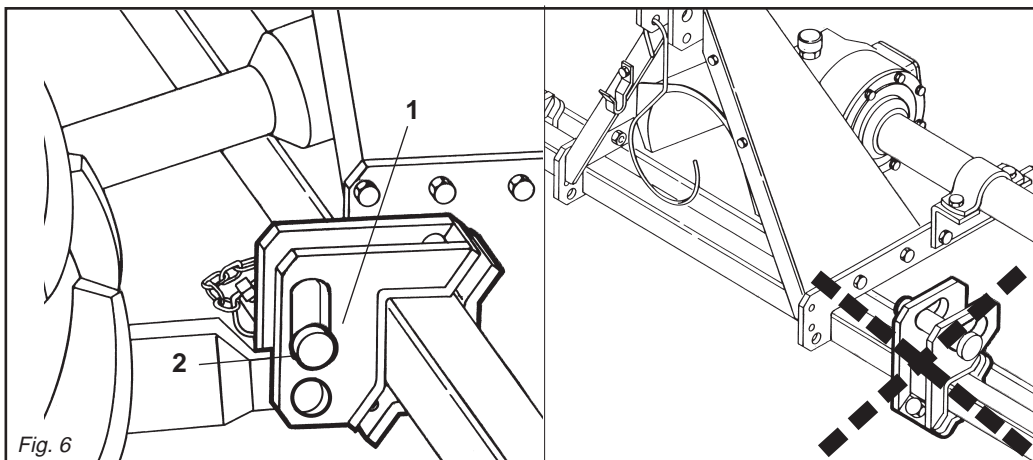

Fig. 6
In base alle dimensioni specifiche di questi 2 tipi di attacchi dei trattori è necessario determinare la posizione più favorevole della macchina spostando opportunamente sul tubo quadro le piastre (1 Fig. 6) e inserendo i perni (2 Fig. 6) nei fori corrispondenti al giusto diametro delle parallele del trattore.
Depending on the precise dimensions of these two types of hitches, find the best position for the machine by moving the plates (1 Fig. 6) along the square tubular and inserting the pin (2 Fig. 6) in the holes corresponding to the correct diameter for the tractor's parallel arms.
Der Anbau der Maschine am Schlepper erfolgt nur dann, wenn die Maschine am Boden steht, und zwar auf ebenem Gelände. Alle Maschinen können an jedem beliebigen Schlepper mit Universal-Dreipunktaufhängung der 1. und 2. Kategorie angebaut werden. Aufgrund der spezifischen Abmessungen dieser beiden Schlepperanschlüsse kann man die günstigste Position der Maschine festlegen, indem man die Platten (1 Abb. 6) auf dem Vierkantrohr verschiebt und die Bolzen (2 Abb. 6) in die entsprechenden Bohrungen mit dem richtigen Durchmesser auf dem Schleppergestänge einsteckt.
En fonction des dimensions spécifiques de ces deux types d'attelages des tracteurs il faut déterminer la position la plus favorable de la machine en déplaçant, sur le tube carré, les plaques (1 Fig. 6) et introduire les axes (2 Fig. 6) dans les trous correspondant au bon diamètre des parallèles du tracteur.
En relación a las dimensiones específicas de estos dos tipos de enganche de los tractores hace falta determinar la posición más favorable de la máquina desplazando oportunamente en el tubo cuadrado las placas (1 Fig. 6) e introduciendo los pernos (2 Fig. 6) en los orificios correspondientes al correcto diámetro de las paralelas del tractor.
Le piastre (1 Fig. 6) vanno montate sempre e solo come mostrato in Fig. 6 con i fori posizionati anteriormente al tubo quadro.
- 1 - Accostare le parallele del sollevatore ponendole all'interno delle piastre (1 Fig. 6), inserire il perno (2 Fig. 6) nel foro predisposto e bloccare con le copiglie a scatto.
The plates (1 Fig. 6) must always and only be mounted as shown in Fig. 6 with the holes towards the front of the square tubular.
- 1 - *Near the lift bars, setting them in the most suitable plates (1 Fig. 6). Insert the pin (2 Fig. 6) into the relative hole and lock in place with the snap-in split pins.*
Die Platten (1 Abb. 6) dürfen nur und ausschließlich so montiert werden, wie es in Abb. 6 gezeigt ist, nämlich mit den Bohrungen, die vor dem Vierkantröhre angeordnet sind. Der Hersteller haftet nicht für die Beschädigung der Maschine oder des Schleppers infolge der Nichtbeachtung dieser Angabe.
- 1- Die Lenker des Krafthebers annähern und in die am besten geeigneten Platten schieben (1 Abb. 6). Den Bolzen (2 Abb. 6) in das Loch stecken und mit dem einrastenden Splint blockieren.
Les plaques (1 Fig. 6) doivent obligatoirement être montées comme illustré dans la Fig. 6 en utilisant les trous placés à l'avant du tube carré.
- 1- *Approchez les barres du relevage en les plaçant à l'intérieur des plaques les plus appropriées (1 Fig. 6), introduisez l'axe (2 Fig. 6) dans le trou correspondant et bloquez par les goupilles à encastrement.*
Las placas (1 Fig. 6) deben ser montadas siempre y solamente según lo indicado en la Fig. 6 con los orificios posicionados delante del tubo cuadrado. La firma constructora no es responsable de rupturas en la máquina o en el tractor originadas por falta de respeto de esta indicación.
- 1- Acercar las barras del elevador poniéndolas dentro de las placas más indicadas (1 Fig. 6), introducir el perno (2 Fig. 6) en el orificio y bloquear con los pasadores de resorte.